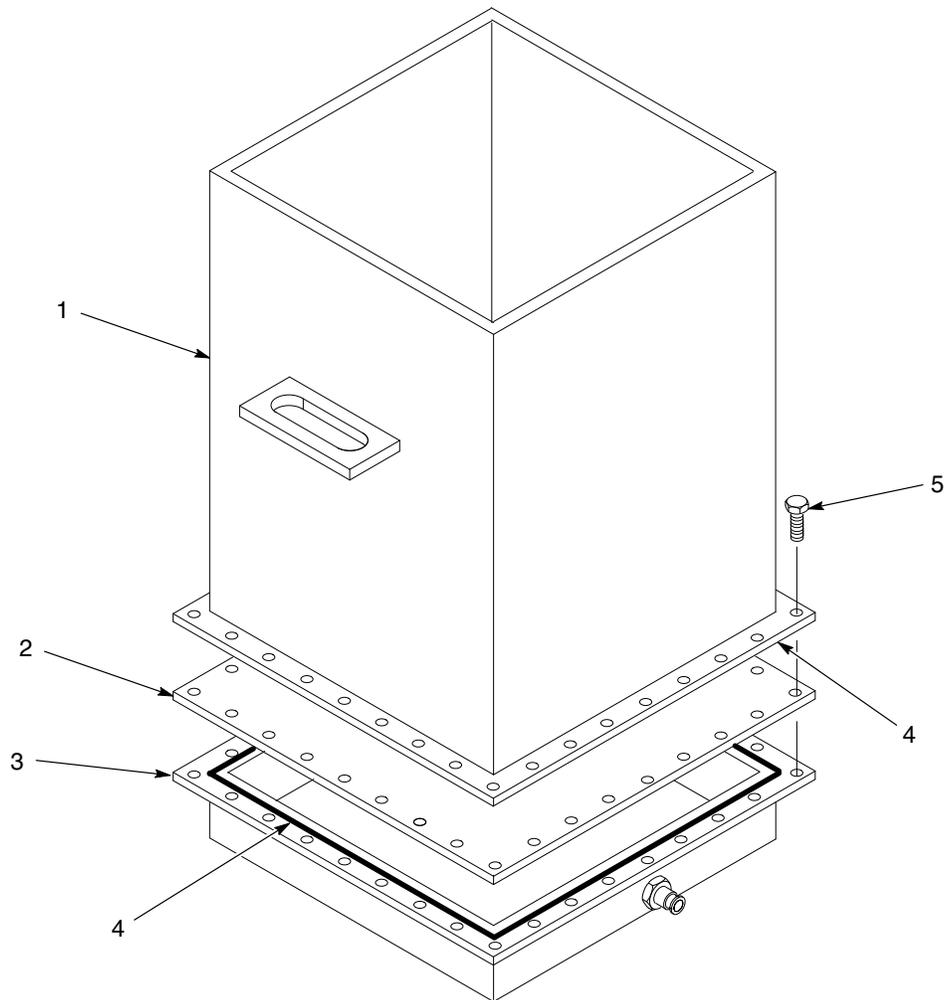

Figura 8-13 Sustitución de la placa de fluidificación de la tolva de alimentación de 50 lb
2. Ver la figura 8-13. Extraer los tornillos (5) que fijan el cuerpo (1) a la cámara de aire (3). Elevar el cuerpo de la cámara de aire.
3. Retirar y desechar la placa antigua de fluidificación (2).
5. Comprobar las juntas tóricas (4) en el cuerpo y en los salientes de la cámara de aire, y asegurarse de que están instaladas de forma segura en las ranuras de los salientes.